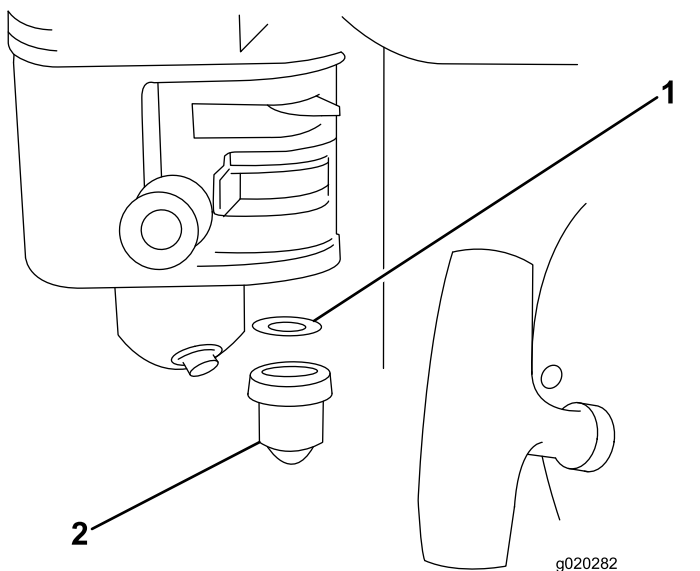

Bild 18
4. Entfernen Sie die Sedimentschale und den O-Ring (Bild 18).